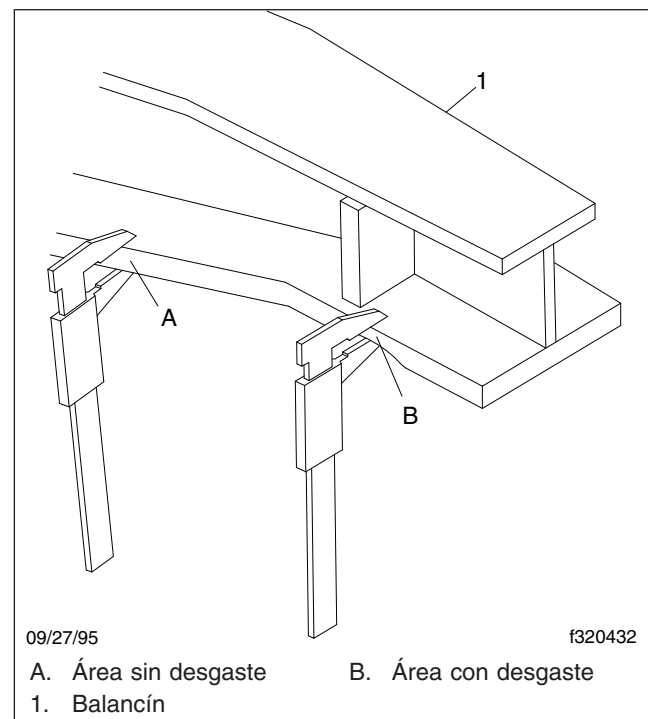

Figura 5, Grosor del desgaste en el extremo del balancín
5. Manipule el balancín de modo que se pueda utilizar un micrómetro, un calibrador Vernier o un calibrador con dial para determinar el grosor del área de desgaste en la cara inferior. Vea la **Figura 5**. Hay que medir el área de desgaste a una distancia mínima de 1/2 pulgada de los bordes de la brida del balancín para eliminar cualquier desgaste que haya ocurrido en los bordes. Reste el grosor del área desgastada (vea la **Figura 5**, Ref. B) al área sin desgaste (vea la **Figura 5**, Ref. A) para determinar la magnitud del desgaste.